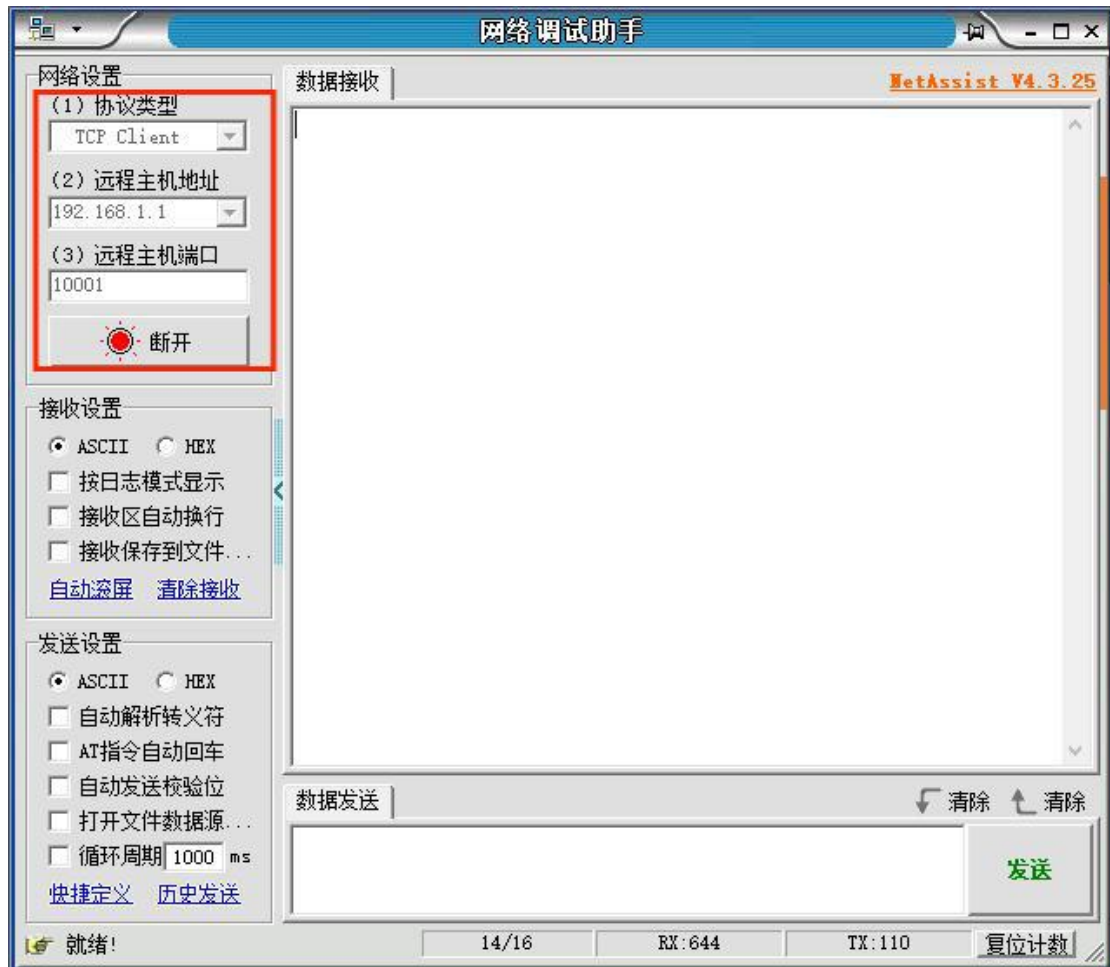

图 74. 连接成功的状态
3. 打开 U 盘文件中串口调试工具文件夹，双击 NetAssist.exe 文件，弹出软件界面如图 74:
（），如果按钮为红色点亮状态就表明电脑跟当前串口号设备已连接成功，若多次点击连接不成功，请检查网络是否连接正确，然后再尝试连接。连接成功如图 74 所示。